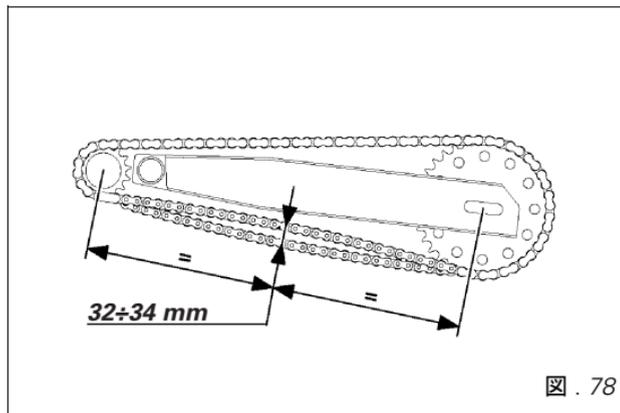

図 . 78
モーターサイクルのセンタースタンドを立てた状態で、スイングアームの中央部のチェーンを指で押し上げて測定します。チェーンの一番下がっている部分でのたわみが、 32 mm なければいけません (図 . 78)。
チェーンテンションの調整は以下のように行って下さい。アクスルシャフト両側のナット (1, 図 . 78) を緩めます。スイングアーム両端のスクリュー (2) を同等分だけ締めて (時計回りに回す) テンションを強めるか、緩めて弱めるかしてテンションを調整します。チェーン・テンションを弱める場合には、ホイールを前方に押さなければなりません。